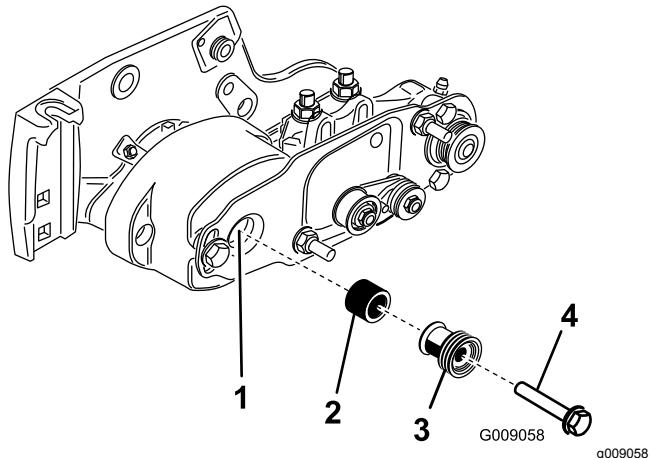

図 15
19. ベアリングハウジングのシャフトにスペーサを取り付ける図 15。
20. スペーサに駆動プーリを挿入し、駆動シャフトにはめる図 15。プーリのタブが駆動シャフトのスロットにきっちりと嵌るように取り付けること。
21. フランジヘッドボルト $\frac{3}{8} \times 2$ インチを使ってプーリとスペーサを駆動シャフトに固定する図 15。